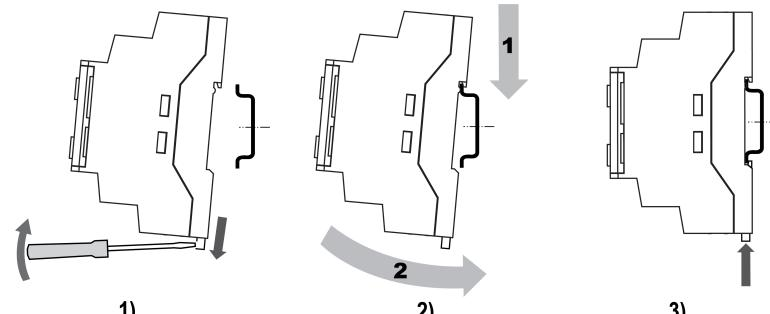

Рисунок 5.2 – Монтаж и демонтаж прибора
- Вставив отвертку в проушину, оттянуть защелку (см. рисунок 5.2, 1).
- Прижать прибор к DIN-рейке (см. рисунок 5.2, 2).
- Вернуть отверткой защелку в исходное положение (см. рисунок 5.2, 3).
1. Отсоединить съемные части клемм от прибора (см. рисунок 5.2).